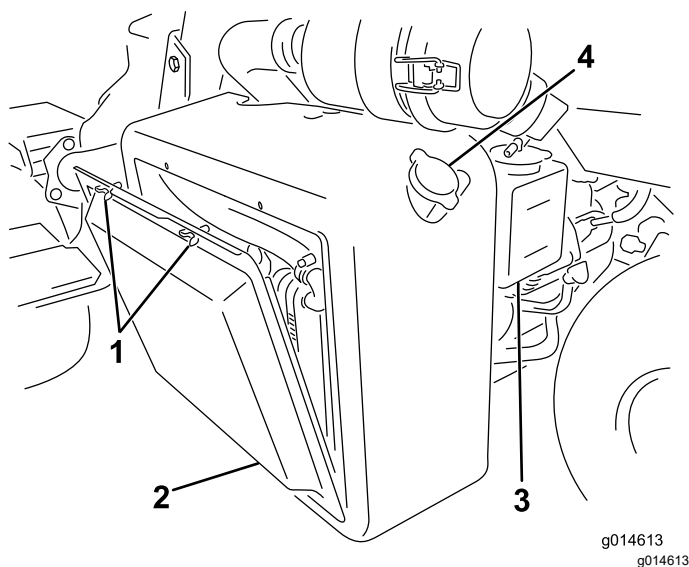

図 40
1. ラジエーターのスクリーンを外す 図 40。
2. 冷却液の量を点検する 図 40 と 図 41。